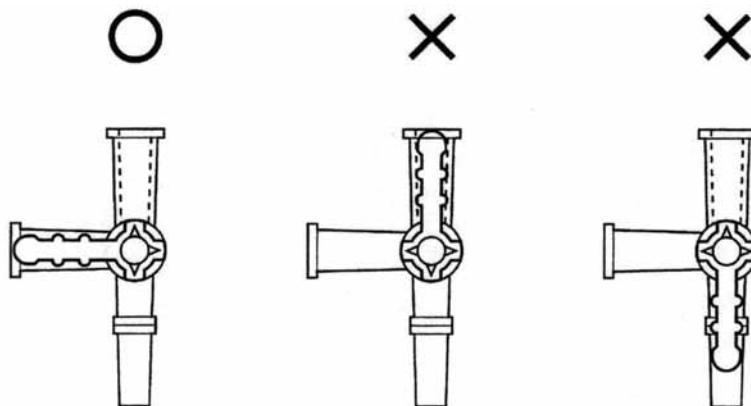

图 4.18 IC 反应器下部 3 通旋塞的控制杆
- 确认 IC 反应器下部的 3 通旋塞位于图 4.18 的左的位置上。